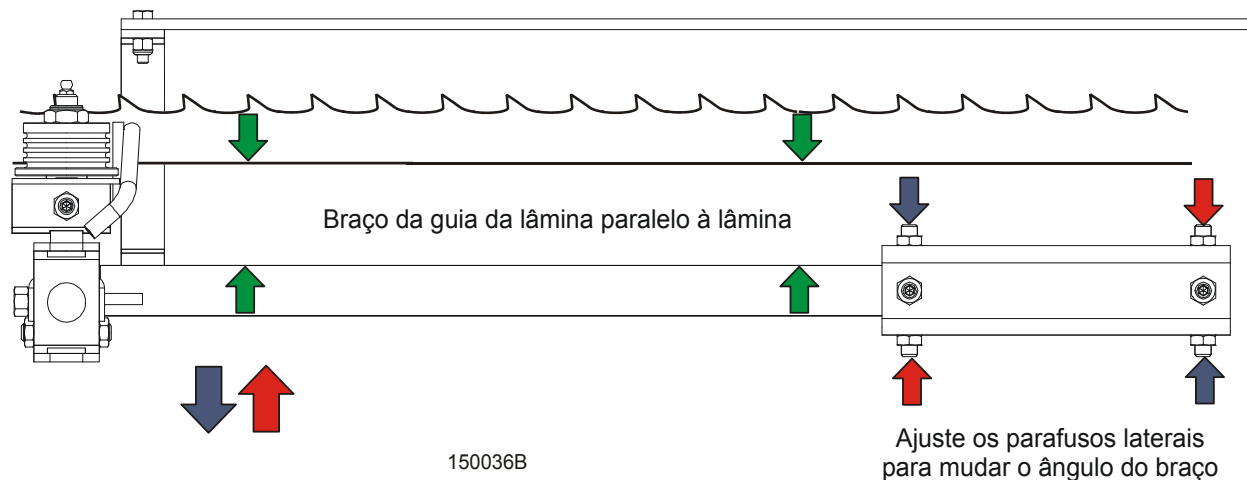

**FIGURA 8-1**
**Consulte a figura 8-1.** Use os parafusos internos, inferior e superior, para ajustar o braço para cima até que o coxim deslizante toque o tubo da abraçadeira do cabeçote da serra. Aperte as contraporcas.